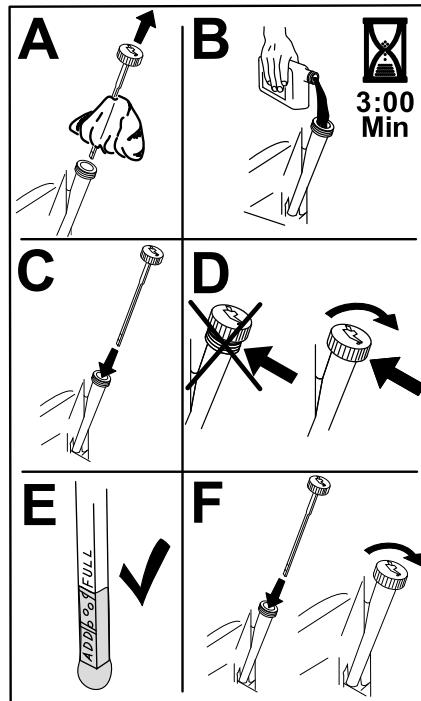

Figura 49
6. Versate lentamente circa l'80% dell'olio indicato nel tubo di rifornimento e sempre con cautela rabboccate l'olio necessario per portarlo alla tacca di Pieno (Figura 49).